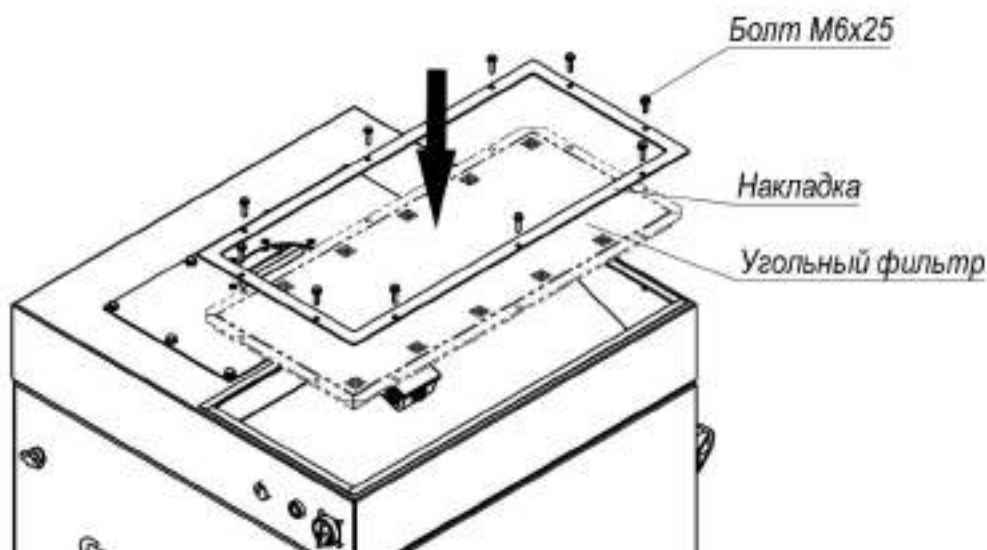

Рисунок 8
- 1) вывинтить болты М6х25, демонтировать накладку, которая крепит решётку (рисунок 8);